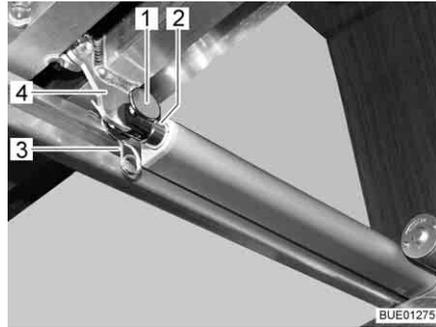

Bild 138 Antrieb
- Verbindung (z. B. Stift und Federstecker (Bild 138,1 und 3)) zwischen Schubstange (Bild 138,2) und Lattenrost (Bild 138,4) trennen.